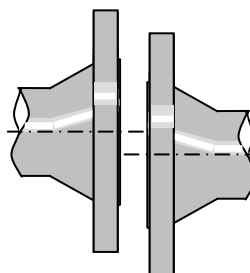

図4 軸差がある
- 相対するフランジの軸差があると、ガスケットが正しい位置にセッティングできないため修正して下さい。（図4参照）